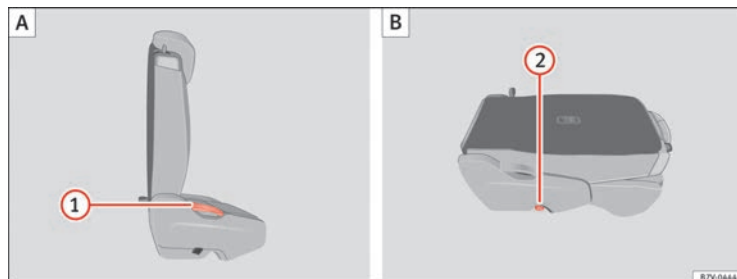
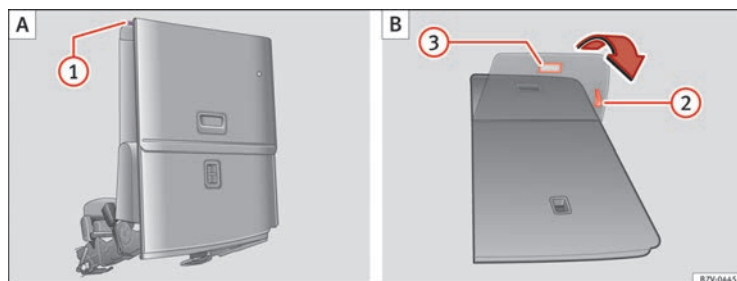

Fig. 89 Segunda fila de asientos: pliegue el asiento trasero (A), asiento trasero como superficie de carga (B).
Fig. 90 Tercera fila de asientos: plegar el asiento trasero para cargar (A) y colocarlo de nuevo (B).
- Retire los objetos de la zona reposapiés situada delante y detrás del asiento trasero ⇒ ①.
- Tire de la palanca ⇒ fig. 89 ① hacia arriba y pliegue el respaldo hacia delante. La banqueta completa se pliega hacia delante ⇒ ①.
- Baje el respaldo plegado hacia delante hasta que éste esté encastrado en la posición de la superficie de carga ⑧.
- En caso necesario tire de la palanca ⇒ fig. 90 ② para desplazar la banqueta hacia la posición deseada.
- Cuando la banqueta esté plegada, no deberá viajar ninguna persona ni ningún niño en esta plaza ⇒ ①.
- Tire de la palanca ⇒ fig. 89 ① hacia arriba y coloque el respaldo en vertical. El asiento completo se pliega hacia atrás.
- Tire del asa ⇒ fig. 90 ② para recolocar la bandeja del asiento.
- Tire de la maneta ③. El asiento completo se pliega hacia atrás.